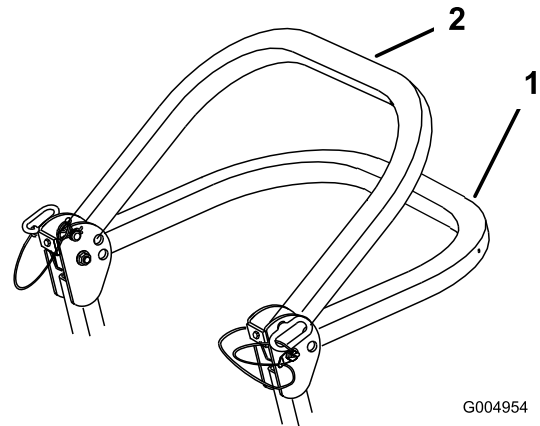

Figura 4
2. Baje la barra anti-vuelco (Figura 4).
**Nota:** Hay dos posiciones de bajada; consulte Figura 4.